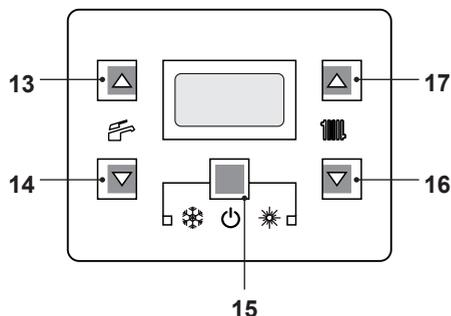
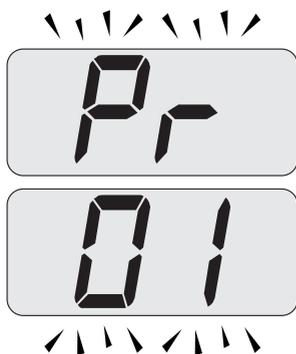
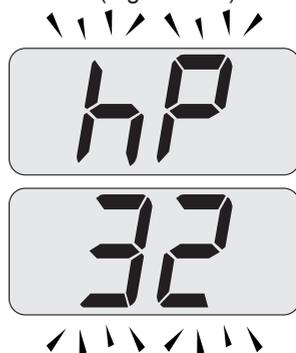

Figura 9.20
Figura 9.21
Figura 9.23
- Entrare in "modalità programmazione" premendo contemporaneamente per 10 secondi i tasti 15 - 16 - 17 (Figura 9.20) fino a far apparire sul display LCD le lettere **Pr** che si alternano con il codice **01**, indicanti l'entrata nel "parametro 01" (Figura 9.21).
- Premere contemporaneamente i tasti 16 e 17 (Figura 9.20) fino a far apparire sul display LCD le lettere **LP** che si alternano con il valore di temperatura dell'acqua di riscaldamento (es. **45**), indicanti l'entrata nell'attivazione della "funzione spazzacamino" alla potenza minima in sanitario (Figura 9.22).
- Premendo il tasto 17 (Figura 9.20) è possibile variare la potenza in modalità spazzacamino: con visualizzazione sul display LCD delle lettere **hP** che si alternano con il valore di temperatura dell'acqua di riscaldamento (es. **32**), siamo in "funzione spazzacamino" alla potenza minima in riscaldamento (Figura 9.23).
- Ripremendo contemporaneamente per 10 secondi i tasti 15 - 16 - 17 (Figura 9.20) si esce dalla "modalità spazzacamino" e si ritorna allo stato di caldaia precedentemente impostato (Figura 9.26).